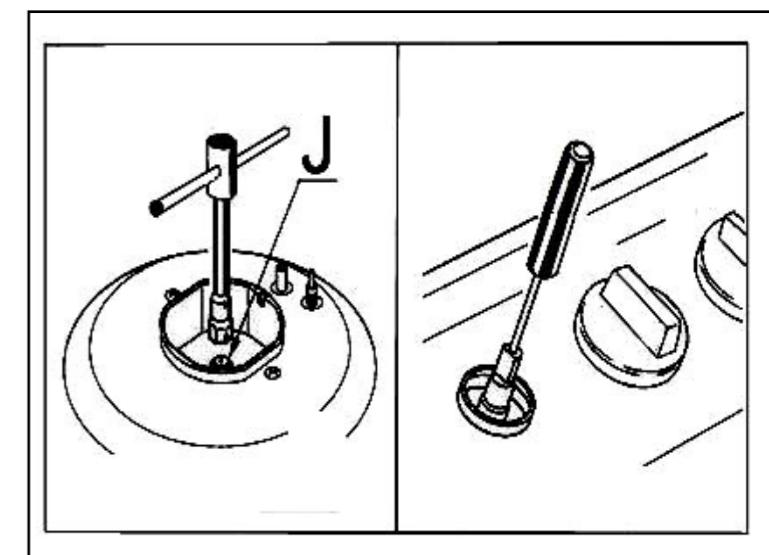

Рис. 9
- Выберните жиклеры «J» (см. рис. 9) торцевым ключом на 7 мм и замените их подходящими (см. таблицу «Диаметры жиклеров, мм»). Жиклеры маркируются указанием диаметра отверстия в миллиметрах в верхней части жиклера;
- Вставьте маленькую отвертку с плоским жалом в стержень вентиля (см. рис. 9). В вентилях, оборудованных предохранительным клапаном системы «газ-контроль», регулировочный винт может находиться снаружи стержня вентиля.